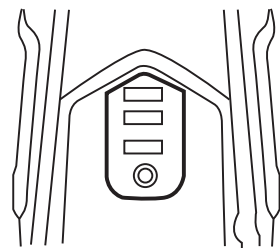

Abb. 5
Dieses Elektrowerkzeug verfügt über eine Ladezustandsanzeige (4), die Auskunft zur verbleibenden Energie des Akkus gibt (Abb. 5).